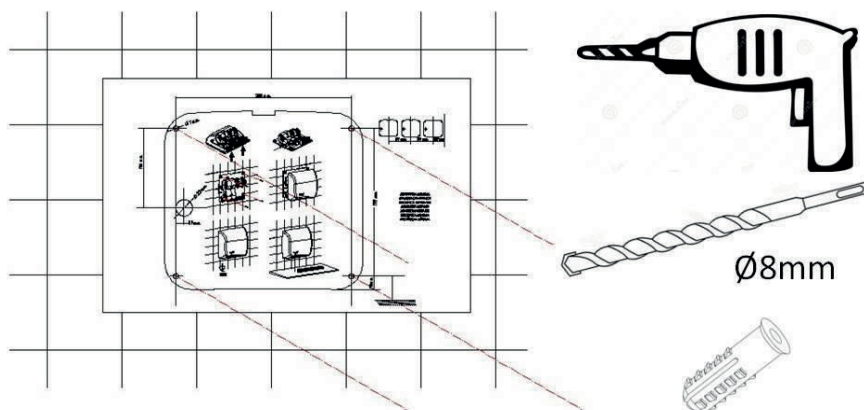

Fig. 6
1. Führen Sie 4 Bohrungen mit $\varnothing 8$ mm ($\varnothing 0.31$ ") aus, unter Verwendung der mitgelieferten Montageschablone. Entfernen Sie den Bohrstaub aus den Bohrlöchern. Stecken Sie die 4 mitgelieferten Dübel in die Löcher, ohne Überstand (Siehe Abbildung 6).